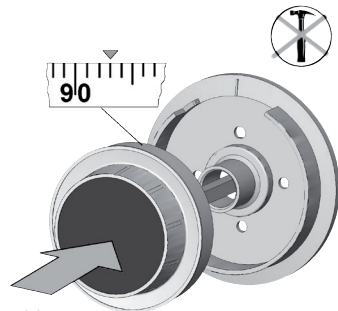

Abb. 14
- Den Zahlenknopf auf ca. „93“ stellen und die Vierkantspindel mit etwas Druck (gegen die Klemmscheibe) in das geöffnete Schloss schieben (siehe Abb. 14). Die Spindel ist gegen Herausziehen gesichert. Der Zahlenknopf benötigt kein axiales Spiel.